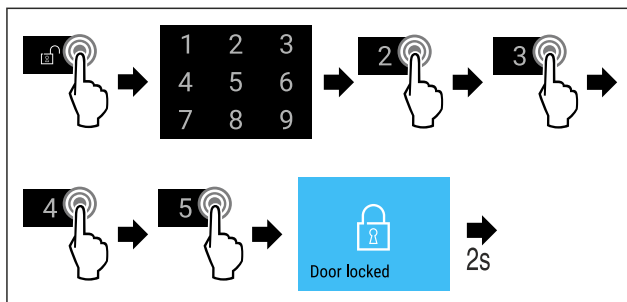

Fig. 75 Bloccare la porta con il codice porta 2 3 4 5.
- ▶ Eseguire i passi (vedere Fig. 75).